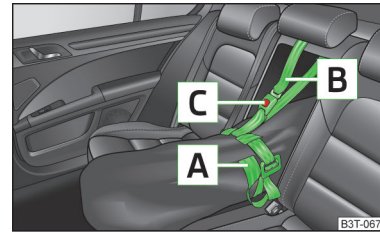

Abb. 97
- › Das Zugband **A** am freien Ende um die Skier vor den Bindungen festziehen » **Abb. 97**.
- Nach dem Beladen mit Skiern muss der Durchladesack mit dem Sicherungsband **B** » **Abb. 97** gesichert werden.